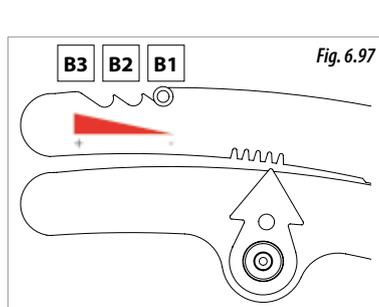
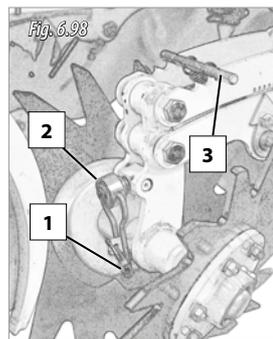

Fig. 6.97
Fig. 6.98
Para regular la presión del elemento debe tirar de la maneta (3, Fig. 6.98) y colocarla en una de las 3 posiciones de trabajo (B1, B2 o bien B3 Fig. 6.97).
- 1- Sacar el pasador (1, Fig. 6.98), para liberar la manivela (2, Fig 6.98).
- 2- Con una mano levantar las estrellas barrerastrojos y con la otra mano girar la manivela, hasta situar el tope de profundidad de trabajo deseado, para ello ayúdense del indicador de profundidad (3, Fig. 6.98).
- 3- Una vez establecida la profundidad bajar la manivela (2, Fig 6.98) y volver a colocar el pasador (1, Fig. 6.98) para fijar el tope.